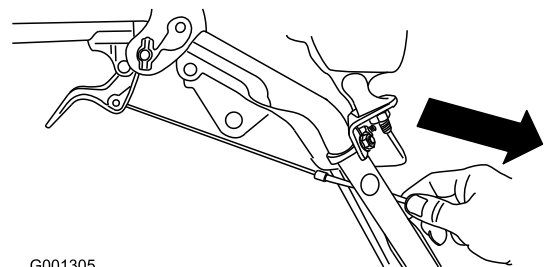

Bild 8
1. Kabelklemme (2)
4. Ziehen Sie den Kabelmantel vorsichtig nach unten, bis der Radkupplungshebel unten ist, und das Kabel kein Spiel mehr hat. Ziehen Sie dann die Mutter an der Kabelklemme fest (Bild 8).